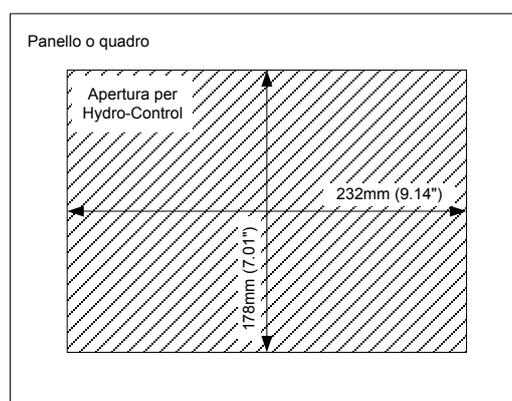

Figura 6: Apertura sul pannello per il dispositivo Hydro-Control VI
- Praticare un'apertura di dimensioni adeguate nel pannello. Per un modello, vedere la Figura 6.